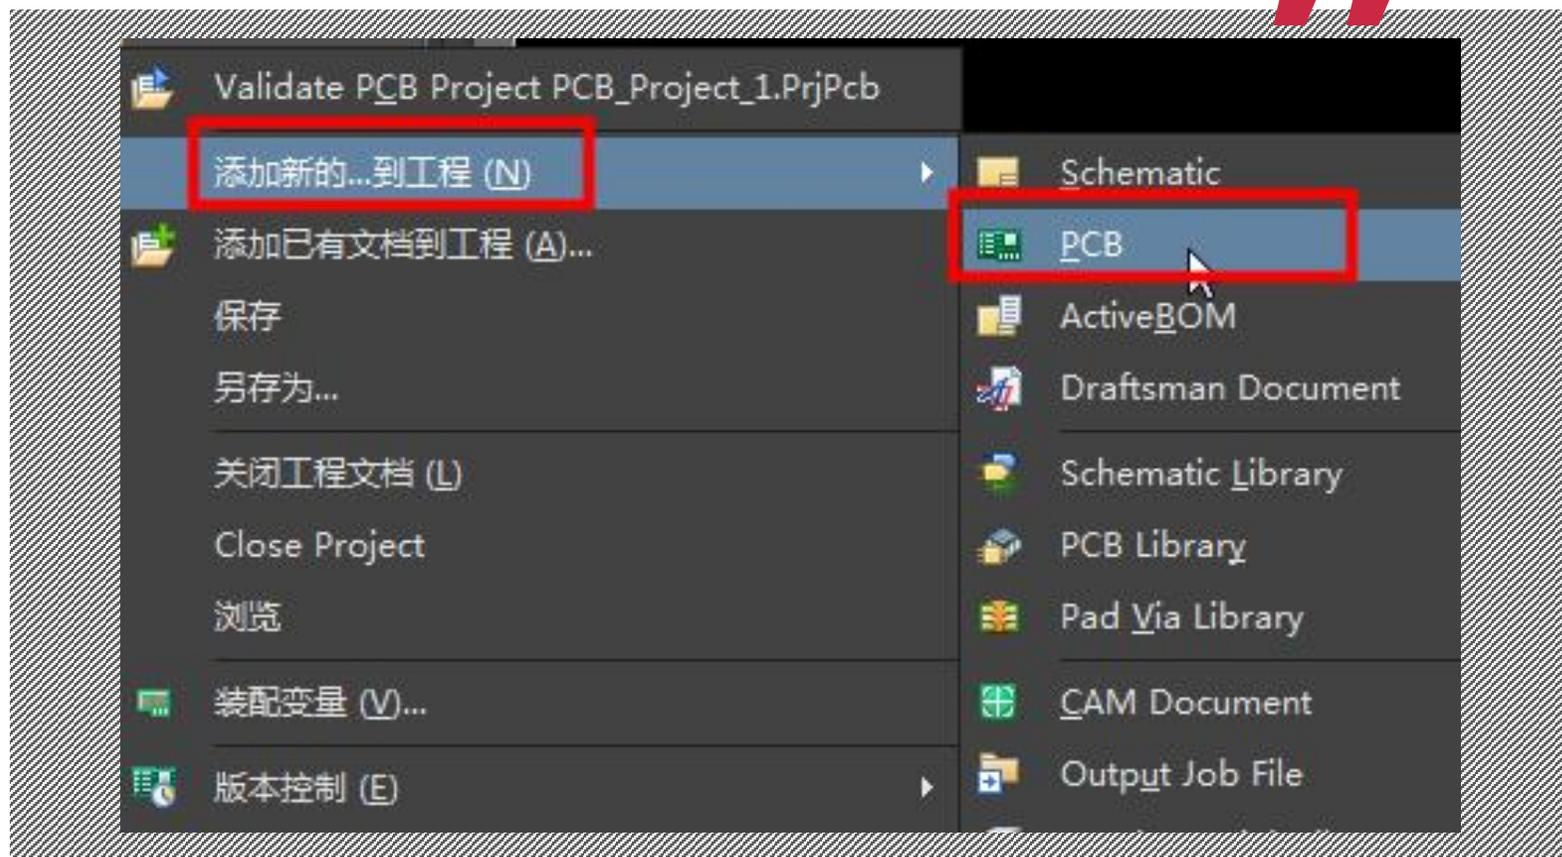

图2-21 PCB新建的命令
- (1) 在工程文件PCB\_Project1.PrjPCB上单击鼠标右键，在弹出的快捷菜单中选择“添加新的...到工程” | “PCB”（印制板）选项，如图2-21所示。